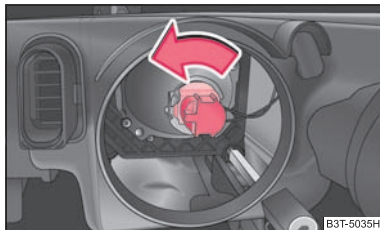

Abb. 212 Ausbau der Glühlampe für Abblendlicht
- Den Stecker mit der Glühlampe bis zum Anschlag nach links drehen und herausnehmen ⇒ Abb. 212.